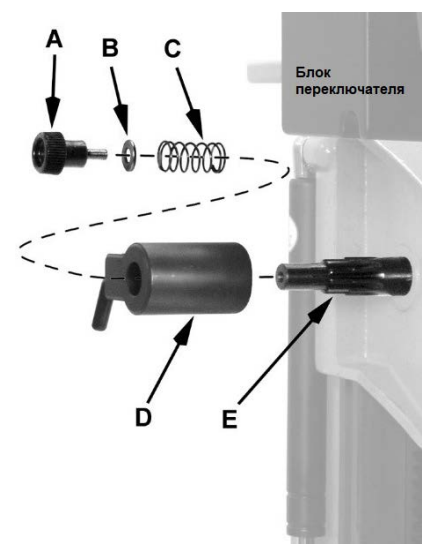

Рис. 5
Чтобы переустановить рукоятку, извлеките ручку (A, Рис. 5), шайбу (B) и пружину (C).